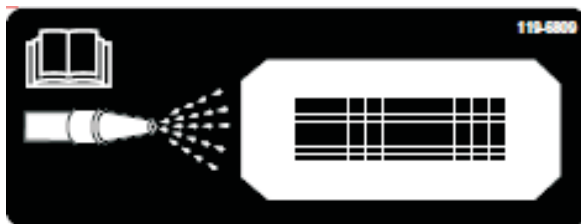

**Figura 63**
11. Individuate sulla parte frontale della macchina l'adesivo di pulizia (Figura 62) e con un tubo da giardino spruzzate acqua attraverso la grata di protezione anteriore fino a quando la vaschetta risulta completamente pulita (Figura 63).